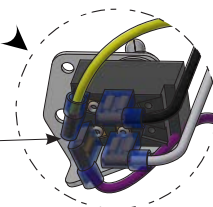

Figura 4a
5. Desenchufe los cuatro terminales tipo bandera para retirar los cables del interruptor (consulte la Figura 4a). Tome nota de qué cable está conectado a cada terminal de cuchilla para volver a colocarlo.